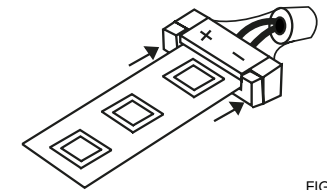

FIG 5.
5. Schuif de connector dicht, totdat deze dichtklikt. (zie fig 5.)